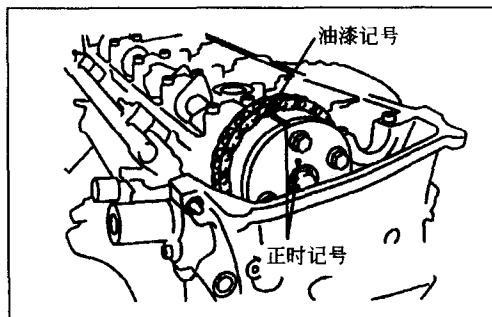

图 1-17
(15)把正时链装到正时链轮上,并使油漆记号对上正时链轮的正时记号,如图1-17所示。